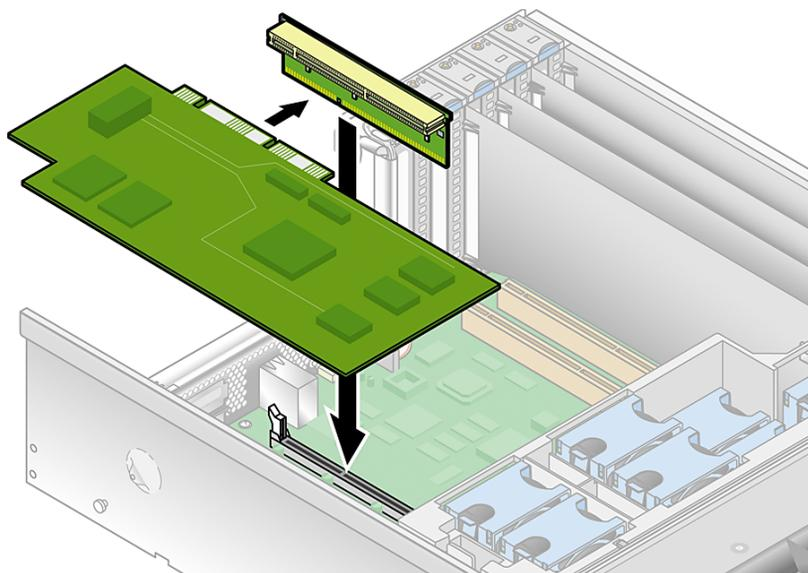

FIGURE 4-8 Installation de la carte PCI horizontale et du riser
7. Installez la nouvelle carte PCI dans l'ensemble riser (voir FIGURE 4-8).